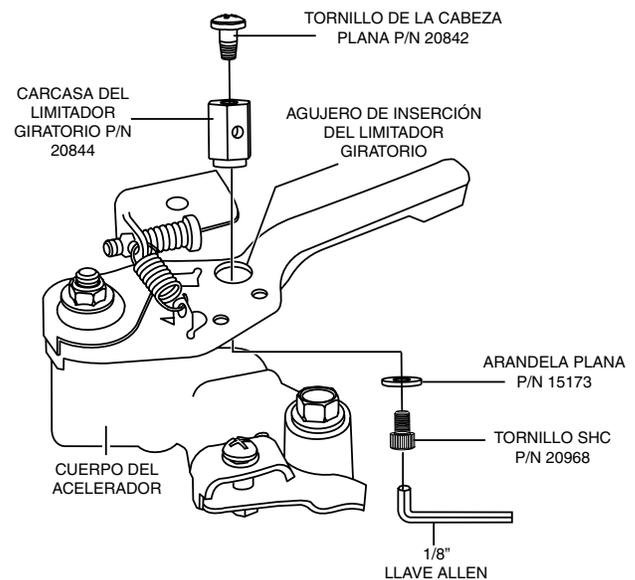

**Figura 13. Punto de conexión de la amarra para cable**
- Con una amarra para cable (Figura 13), P/N 1662, fije el extremo hembra del cable de tierra **NEGRO** (interruptor de seguridad), P/N 1488, al anillo de protección.